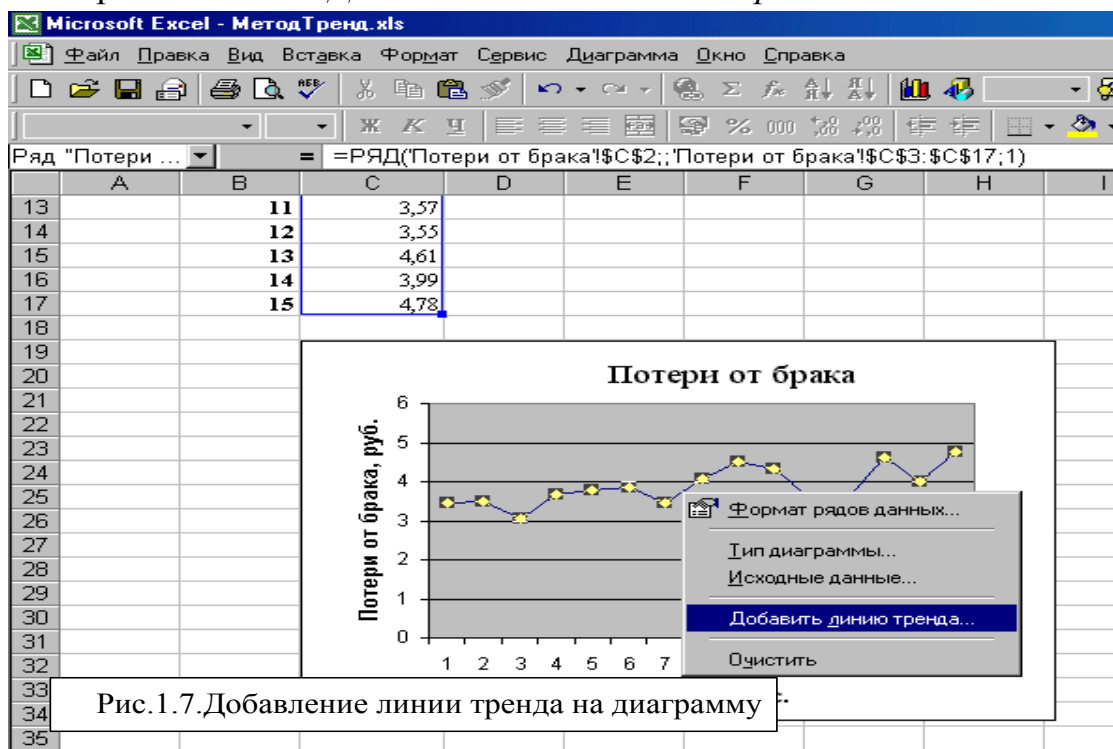

Рис.1.7.Добавление линии тренда на диаграмму
1.7.2. Выберите команду *Добавить линию тренда* из контекстного меню (Рис.1.7.).